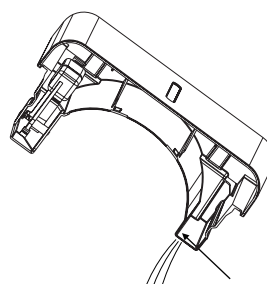

Fig. 7
- Vider l'eau de la sortie d'eau (Voir Fig. 7) puis replacer le réservoir. Le réservoir doit être en place et correctement posé pour permettre le fonctionnement du déshumidificateur.